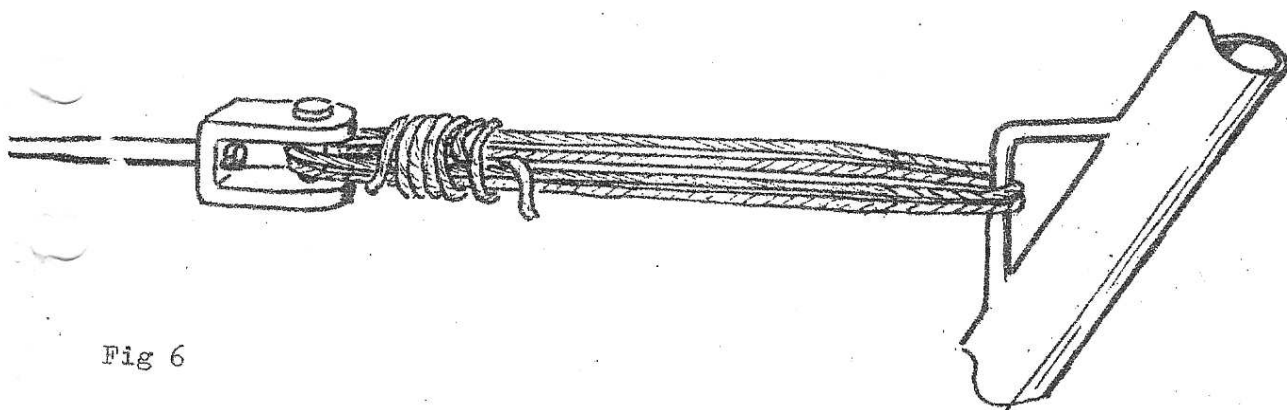

Fig 6
21. Montera bom, mantågsstöttor, mantåg, block, sprayhood m m. Tejp runt mantågen vid stöttorna skyddar plasthöljet mot nötning. Mantågen fästes upp mot akterräcket enl fig 6.